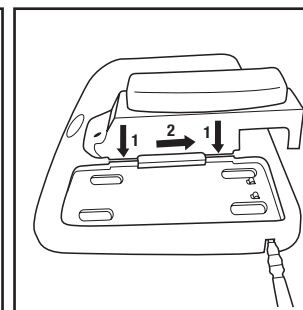

Fig. 2 – Installation du chargeur multiposte
- Trousse de chargeur pour quatre piles TR-644N 3M™ : Insérer le support de charge TR-640 dans l'un des ports du chargeur pour quatre piles TR-944N 3M™ et le faire glisser pour le verrouiller en place (Fig. 2). **(REMARQUE :** Lorsqu'on utilise le chargeur pour quatre piles, le bloc d'alimentation de chargeur pour une pile TR-941N Versaflo™ 3M™ n'est pas branché au support TR-640.